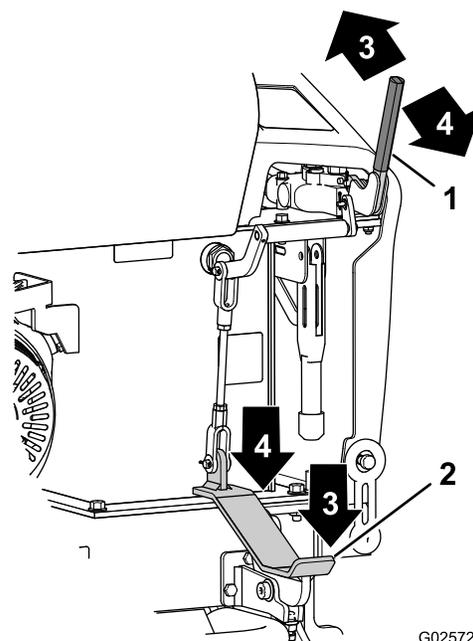

Figure 6
2. Videz la trémie en poussant la poignée de vidage en avant ou en appuyant sur l'avant de la pédale de vidage (Figure 6).
3. Relevez la trémie en tirant la poignée ou en appuyant sur l'arrière de la pédale de vidage (Figure 6).